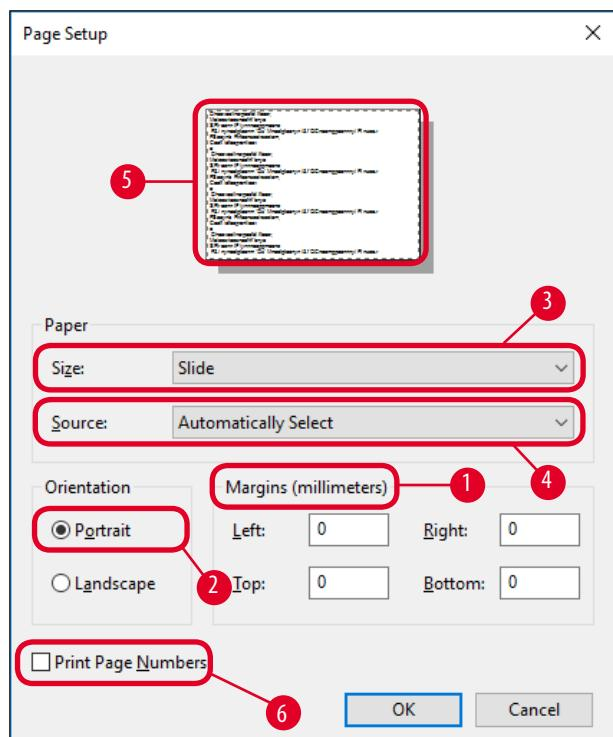

Рис. 41
- Прежде всего задайте настройки страницы: нажмите **File > Page Setup** (Файл > Настройка страницы) для открытия диалогового окна **Page Setup** (Настройка страницы) (→ "Рис. 41").